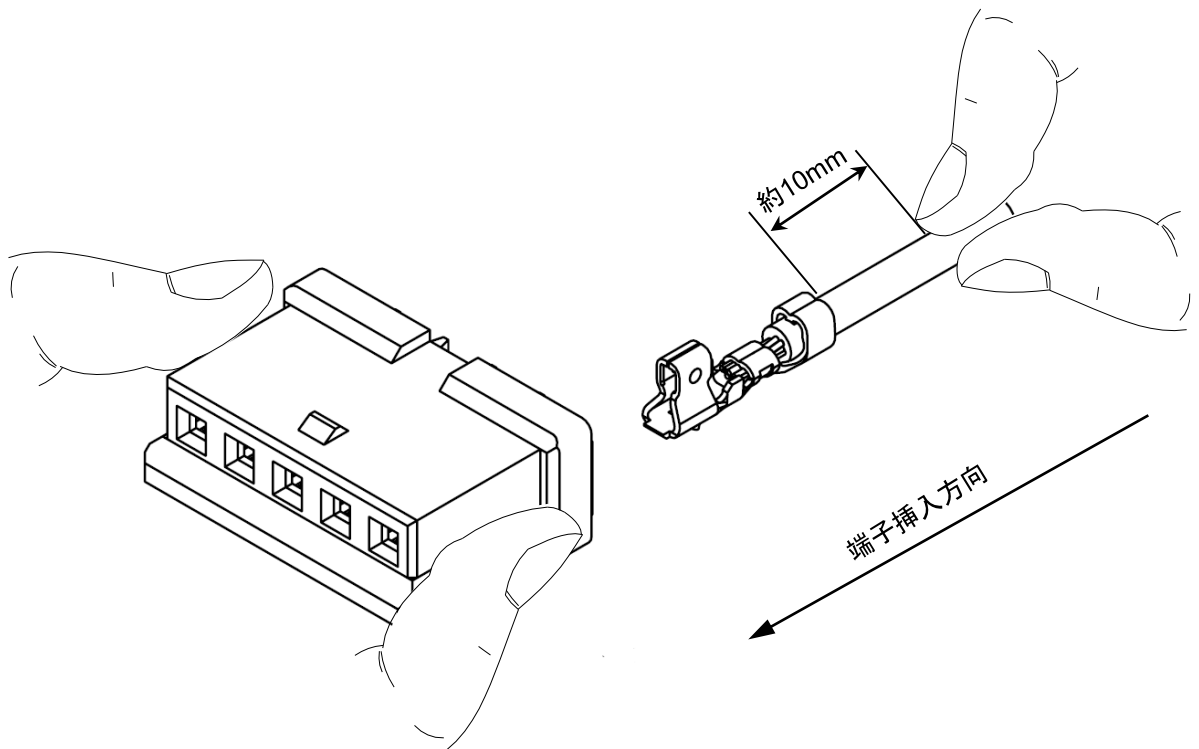

Fig. 5-1
- ① リセプタクルハウジングの左右を挟むように、軽く持って下さい。(Fig. 5-1)
- ② ケーブルは、端子圧着部から約 10mm の位置を指で軽く摘んで持って下さい。(Fig. 5-1)
- ③ 端子ランス部がリセプタクルハウジングの中央に向かうように持ち、端子が突き当たる位置まで（3N～5N 程度の力で）ゆっくりと真っ直ぐ装着して下さい。(Fig. 5-1)